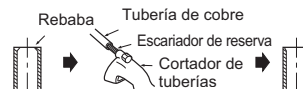

Fig. 3
- Al conectar la manguera de drenaje al tubo de cloruro de vinilo duro, asegúrese de que quede fija al insertarla en el tubo. (Fig. 3)
- 2) Elimine completamente las rebabas del corte transversal del tubo. (Fig. 3)